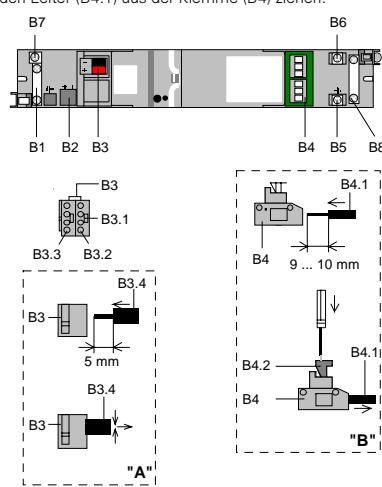

Bild 3: Anschlüsse
### Busklemme abziehen (Bild 3)
### Busklemme aufstecken (Bild 3)
### Anschließen der Busleitung (Bild 3 "A")
- Der Leitungsmantel der Busleitung ist mit der Leitungsführung (B1) am Gehäuse des Einbaugerätes zu befestigen. Wird eine Leitung mit Abschirmung verwendet, kann diese an der Klemme (B7) festgeschraubt werden (Bild 3).
Die Aussparung (B2) dient zur Aufnahme eines Überspannungsschutzes. Die Anschlüsse werden parallel zu der Buslinie in die Busklemme eingesteckt (Bild 3).
### Abklemmen der Busleitung (Bild 3 "A")
### Laststromkreise anschließen (Bild 3 "B")
- Der Leitungsmantel ist mit der Leitungsführung (B8) am Gehäuse des Einbaugerätes zu befestigen (Bild 3).
Die Klemmen (B5) und (B6) dienen zur Verbindung von N-Leitern (B6) und PE-Leitern (B5) mehrerer Leitungen (Bild 3).
### Laststromkreise abklemmen (Bild 3 "B")